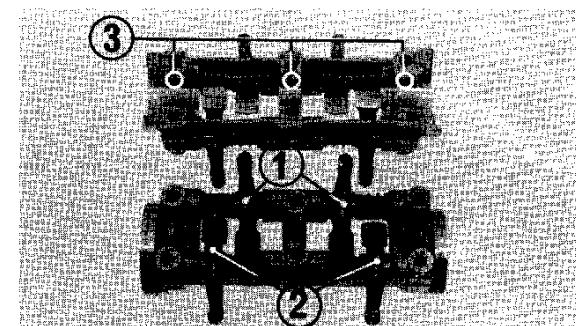

Abb. 4-10 (1) Kipphebel der Auslaßseite
1. Kipphebel, Federn und Kipphebelwelle gemäß Abb. 4-10 einbauen. Nach dem Einbau prüfen, daß sich die Kipphebel frei bewegen können.